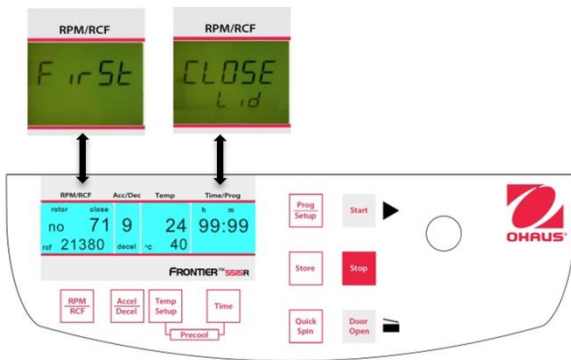
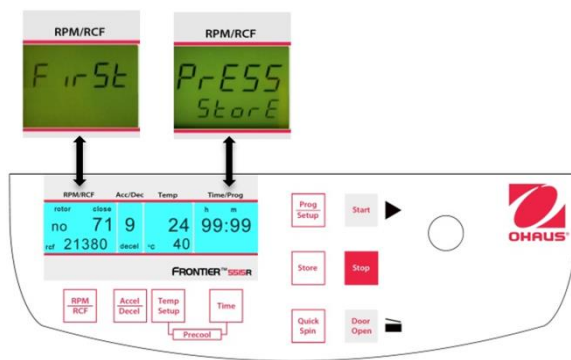

Figure. 23
Figure. 24
Fermer le couvercle de la centrifugeuse. Procéder dorénavant selon la description précédente afin de définir tous les paramètres importants de la centrifugation. Si le couvercle n'est pas fermé lors de la mémorisation du programme, les mots "**FirSt**" et "**CLOSE Lid**" (voir la figure 23) clignotent alternativement sur l'affichage "**RPM/RCF**" (A-1). Si la centrifugation doit être démarrée sans mémorisation du programme, les mots "**First**" et "**PrESS StoreE**" (voir la figure 24) clignotent alternativement sur l'affichage "**RPM/RCF**" (A-1).
Pour adapter les données, appuyer sur la touche "**Store**" (12) (voir les figures 23 et 24) pendant 1 seconde environ. Si le programme est correctement mémorisé, le mot "**StoreE**" apparaît sur l'affichage "**RPM/RCF**" (A-1). Ceci aura pour effet de faire disparaître le mot "**programm**" (M10).